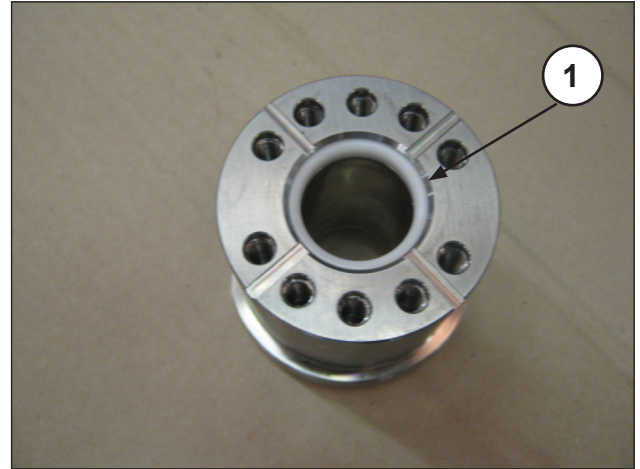

Fig. 55
- Insira a junta de estanqueidade na camisa (pos. ①, Fig. 55).